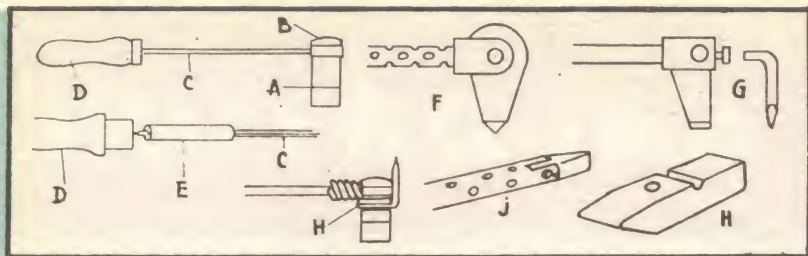

Fig. 4
Il più diffuso è quello a riscaldamento indipendente (A, fig. 4). Esso è composto di una testa in rame rosso la cui importanza deve essere pari a quella delle saldature da realiz-
zare. La parte messa a squadro (A) o penna è quella realmente attiva: serve a trasportare la saldatura fusa ed a spargerla sui pezzi. Il riscaldamento di un ferro si effettua sempre sulla parte opposta della penna o calcio. La barra (C) unisce la penna al manico che deve essere il più isolante possibile. Questa barra non deve essere troppo grossa affinché non serva da conduttore di calore tra la penna ed il manico. Se questo ultimo si carbonizzasse internamente, prima di comprimerla la barra avvolgete la sua base in un foglio di amianto (E, fig. 4). E' evidente che più la penna in rame è vicina, meno in fretta si raffredderà il ferro. Così, anche se dei piccoli lavori sono solo esaminati, non cercate dei ferri piccoli. Per effettuare delle piccole saldature per mezzo di un grosso saldatore, attorcigliate un grosso filo di rame attorno alla penna: l'estremità a squadro del filo servirà da penna in piccolo. Il filo impiegato sarà da 3-5 mm. di \varnothing . Alcune penne di ferro sono articolate all'estremità della barra (F-J) e permettono di lavorare in qualsiasi posizione. Altre penne sono amovibili (G), cosa questa che offre il vantaggio di adoperare un solo ferro sia per i lavori pesanti che per quelli leggeri. Infine, alcune penne poco importanti richiedono intagli e fori ciechi? queste sono destinate a rendere più agevoli le saldature sui fili elettrici.